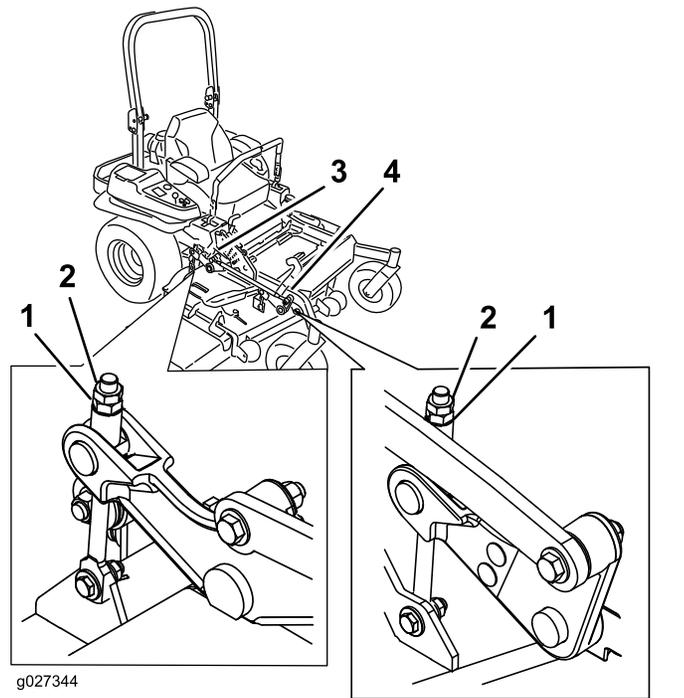

Bild 95
10. Drehen Sie die Einstellmutter am Frontmähwerkhub, um eine genaue Einstellung zu erreichen (Bild 95).